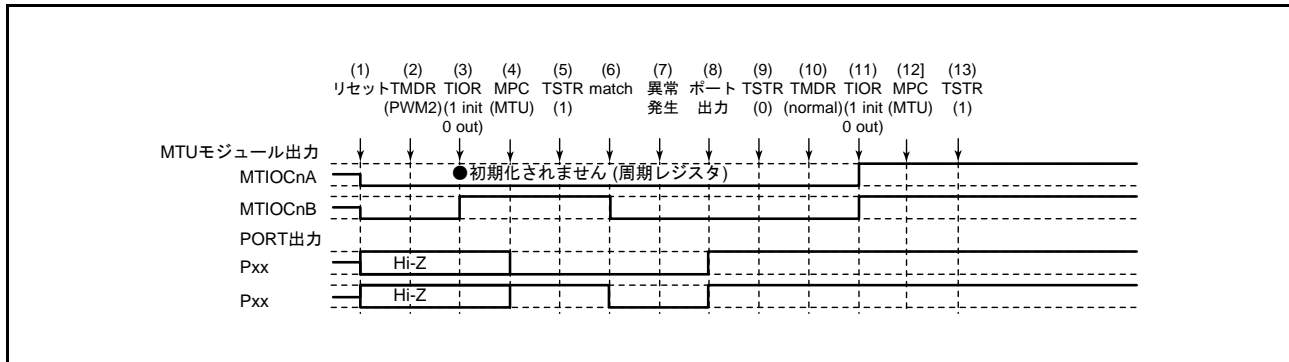

図 20.139 PWM モード 2 で異常が発生し、ノーマルモードで復帰する場合
PWM モード 2 で異常が発生し、再設定後ノーマルモードで再スタートする場合の説明図を図 20.139 に示します。
(1) ~ (9) は図 20.139 と共通です。
(10) PWM モード 1 を設定します。
(11) TIOR レジスタで端子を初期化してください。なお、PWM モード 1 では MTIOCnB (MTIOCnD) 端子に波形が出力されません。出力すべきレベルがある場合は、I/O ポートのポート方向レジスタ (PDR)、ポート出力データレジスタ (PODR) で汎用出力ポートの設定をしてください。
(12) MPC と I/O ポートのポートモードレジスタ (PMR) で MTU 出力としてください。
(13) TSTR レジスタで再スタートします。
(1)～(9)は図 20.139 と共通です。
(10) PWM モード 2 で再スタートする場合には必要ありません。
(11) TIOR レジスタで端子を初期化してください。なお、PWM モード 2 では周期レジスタの端子に波形が出力されません。出力すべきレベルがある場合は、I/O ポートのポート方向レジスタ (PDR)、ポート出力データレジスタ (PODR) で汎用出力ポートの設定をしてください。
(10) 位相計数モードを設定します。
(11) TIOR レジスタで端子を初期化してください。